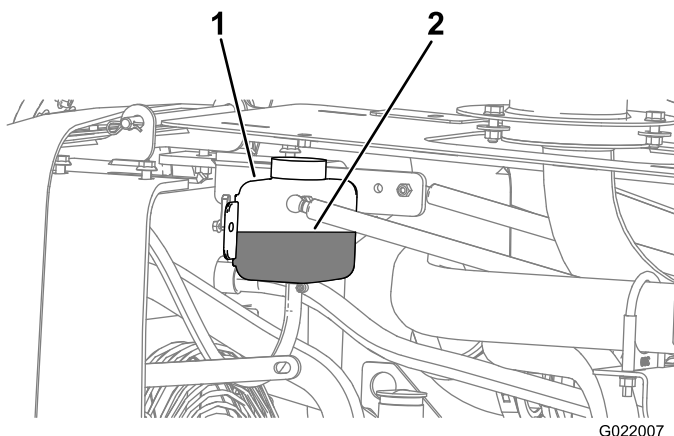
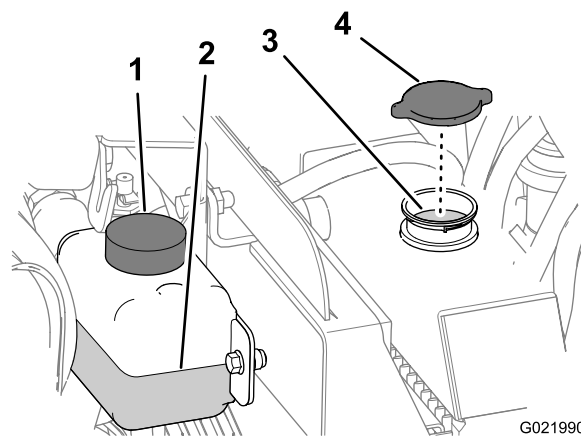

Figura 138
Figura 139
4. Verifique o nível de líquido de arrefecimento no reservatório (Figura 138).
5. Se o nível de líquido de arrefecimento estiver baixo, adicione líquido até beirar o fundo do tubo de enchimento (Figura 139).
6. Instale a tampa do bocal de enchimento do radiador, apertando-a até estar estanque (Figura 139).
4. Retire a tampa do bocal de enchimento do radiador e verifique o nível do líquido de arrefecimento (Figura 138 e Figura 139),
4. Retire a tampa do radiador (Figura 139).
2. Retire a tampa do radiador (Figura 139).
4. Instale a tampa do radiador (Figura 139).